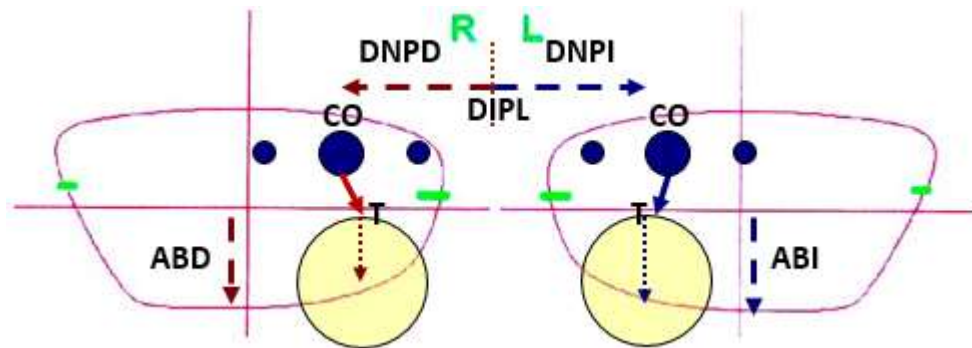

Figura 5
El proceso de montaje es igual que el realizado en una lente monofocal en las anteriores prácticas, pero en este tipo de montaje se busca la simetría de las lentillas o segmentos en ambos ojos, por lo que interesa tomar el punto central del borde superior de la lentilla o segmento (T) como referencia en la posición horizontal y altura. Con lo que, los descentramientos se efectuarán en relación a este punto (véase la figura 5).